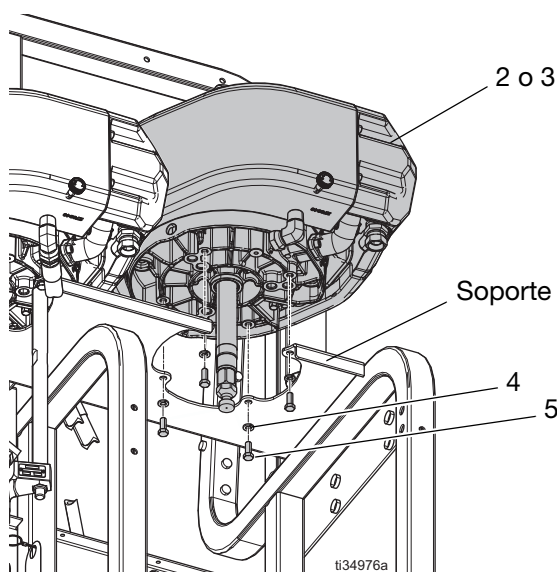

FIG. 7
- b. Quite los tornillos de montaje (5) y las arandelas (4) que sujetan el motor neumático (2 o 3) al soporte de montaje. Vea la FIG. 7 en la página 29.